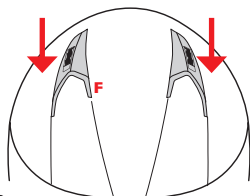

ABBILDUNG 2
Befestigen Sie das freie Ende des Riemens erst nach der Überprüfung der richtigen Spannung des Riemens, indem Sie den Druckknopf an der Lasche schließen (Abbildung 2).
BELÜFTUNGSÖFFNUNG VORNE OBEN — F — Abbildung 2/3
- Abbildung 2: Schieben Sie den Schieberegler in die vordere Richtung, so dass die Lüftungsöffnungen vollständig geschlossen sind.